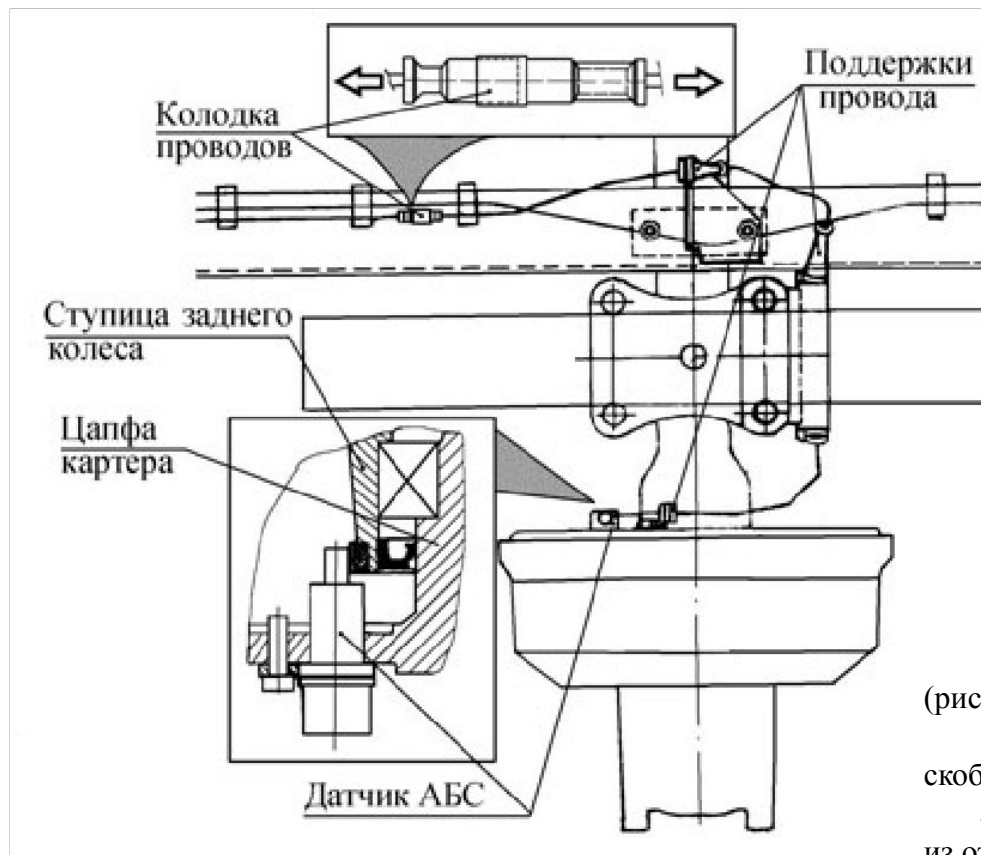

Рис.15. Замена датчика АБС задних колес
1. Разъединить колодку проводов жгута АБС и датчика (рис. 15).